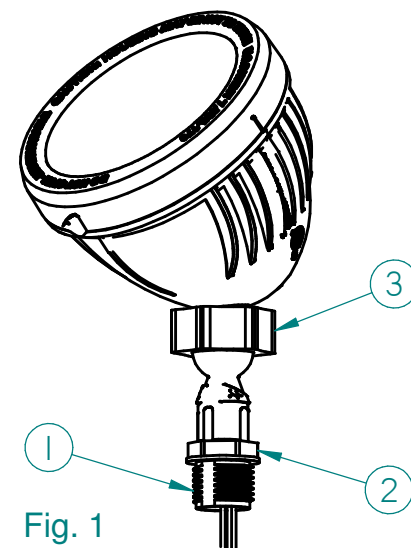

Fig. 1
- Fixation de fil sur la boîte électrique en utilisant les 1 / 2-14 NPT sur rotule (Point 1 dans la Fig. 1).
- Serrer l'appareil vers le bas en utilisant une clé à molette (Point 2 Fig. 1).
- Pointez l'appareil dans la direction souhaitée, puis serrez l'écrou de blocage (Point 3 de la Fig. 1). (Ne pas tourner l'appareil au-delà des limites spécifiées sur l'appareil, pour éviter les fils torsion).